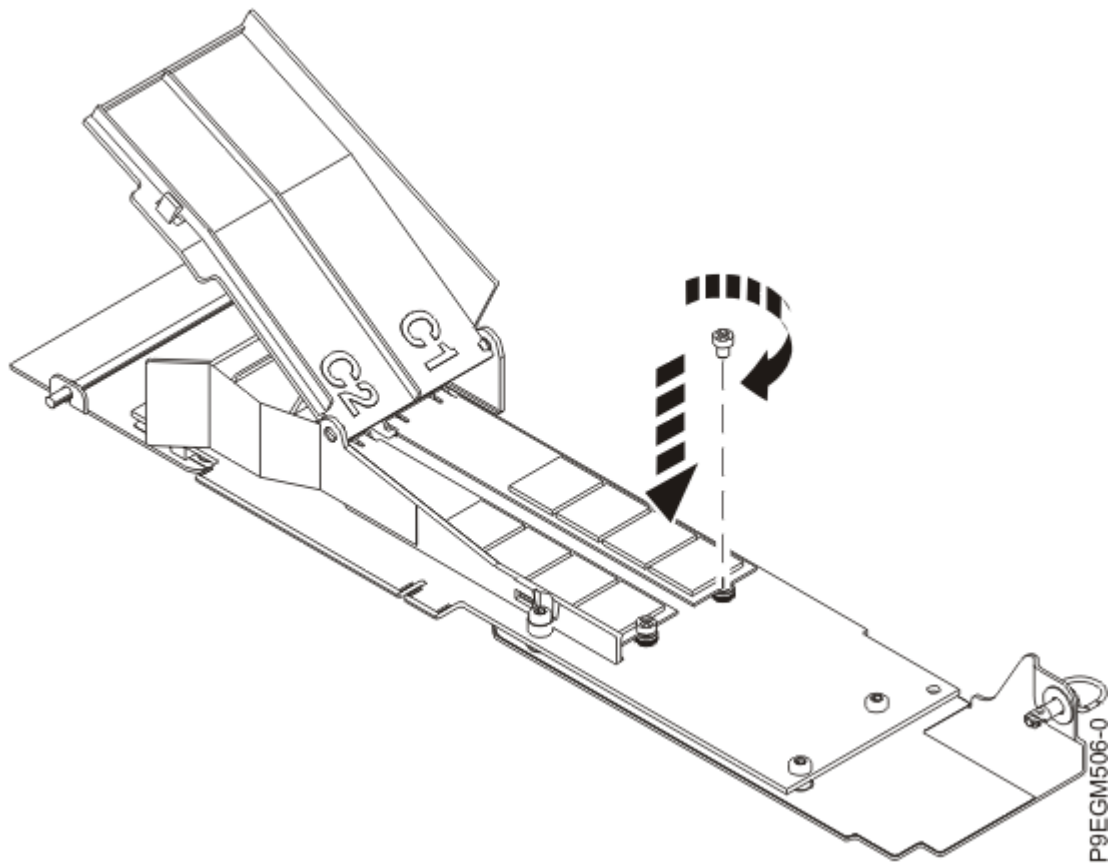

Abbildung 21. NVMe M.2-Flashmodul an der Trägerkarte befestigen
3. Befestigen Sie das Flashmodul mit einem Kreuzschlitz-Schraubendreher an der NVMe M.2-Trägerkarte (siehe Abbildung 21 auf Seite 27).